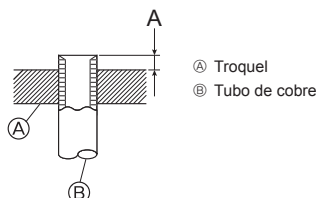

Fig. 4-9
- ① Las tuberías se deben conectar empezando por la unidad interior. Las tuercas abocardadas se deben apretar con una llave dinamométrica.
- ② Caliente el tubo de líquido y el tubo de gas y aplique una fina capa de aceite de refrigeración (aplicado directamente).
- ③ Utilice el siguiente procedimiento para conectar la tubería del lado del gas. (Fig. 4-9)
- 1 Suelde el tubo de empalme ① suministrado a la unidad exterior utilizando materiales de soldadura propios y la tubería local ② sin oxígeno.
- 2 Conecte el tubo de empalme ① a la válvula de parada del lado del gas. Utilice 2 llaves para apretar la tuerca abocardada.
Tabla 3 (Fig. 4-9)